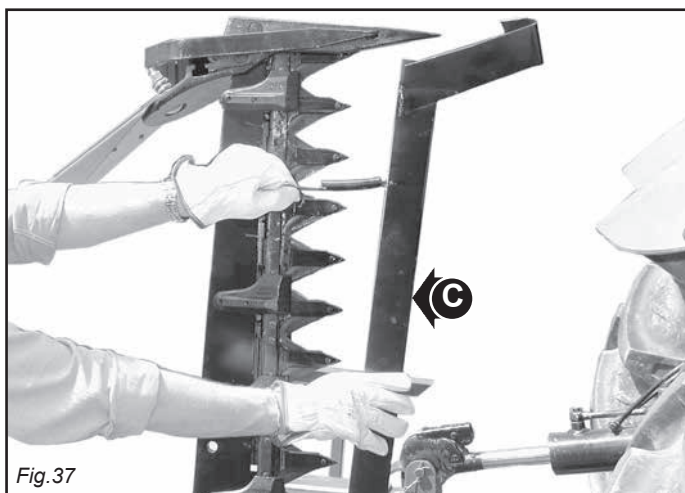

Fig. 37
- Den Schutz der Mähmesser und des Außenschuhs montieren (C, Abb. 37)